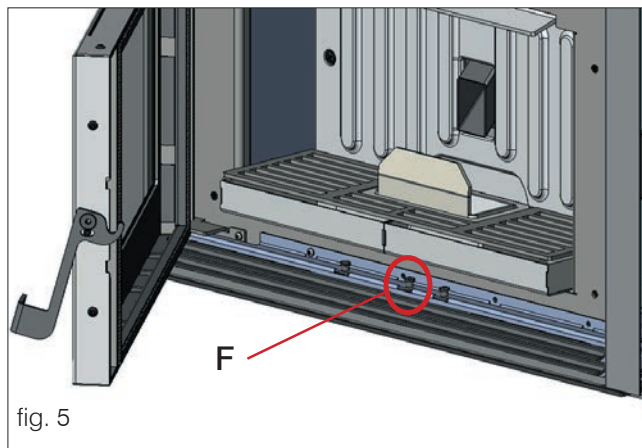

fig. 5
- Ouvrir la porte et soulever le dispositif de blocage du coulissement (F - fig. 5).